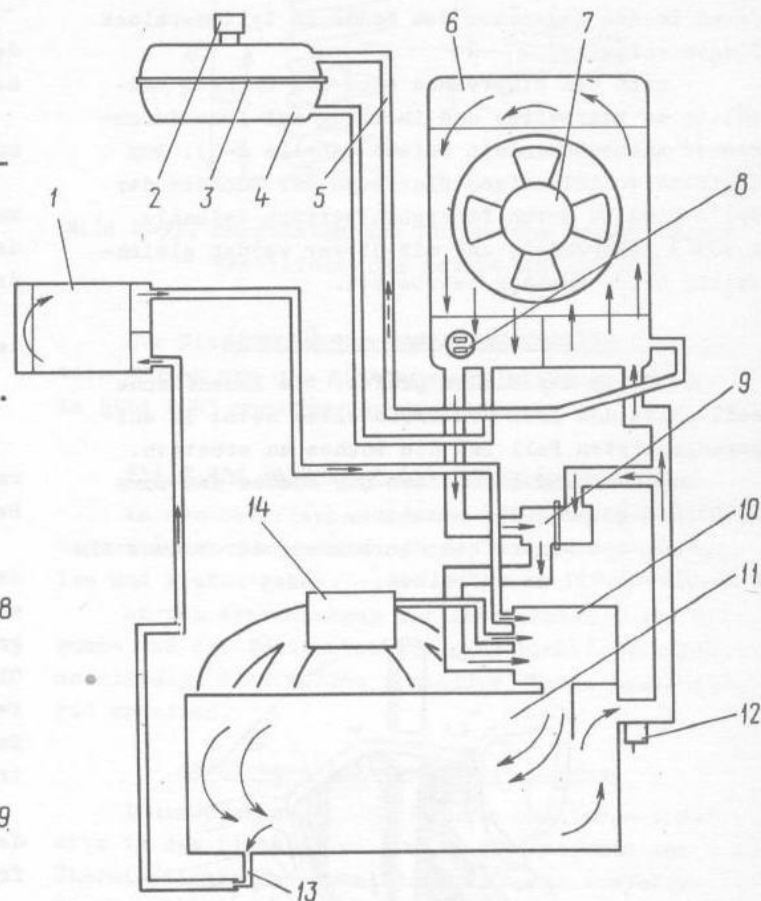

Bild 2-97. Prinzipschema der Kühleinrichtung von Kraftwagen A3JK-21412:
- an Motor 331.10 die Schelle lockern und den Zuleitschlauch zum Heizungskörper von dem am Zylinderblock befindlichen Krümmer 13 (siehe Bild 2-97) abnehmen;